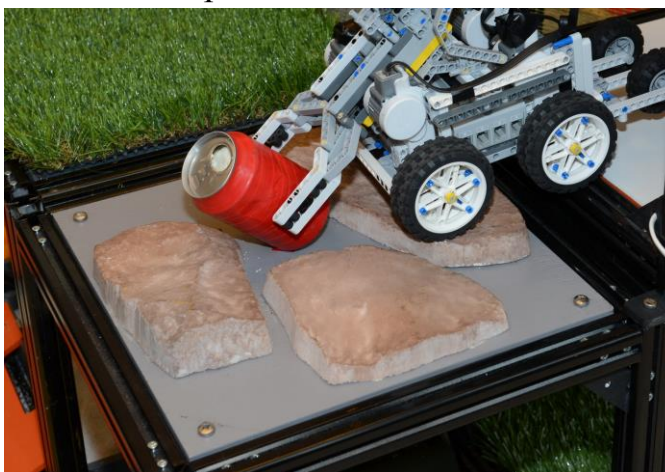

Рисунок 3 - «Площадка с камнями»
1.5.2. **Камни** – площадка, представляющая собой лист фанеры с прикрепленными к нему камнями, с острыми углами и сильными перепадами по высоте (рисунок 3). Средняя высота каменного слоя – 35 мм. Габариты площадки 340x340x35.